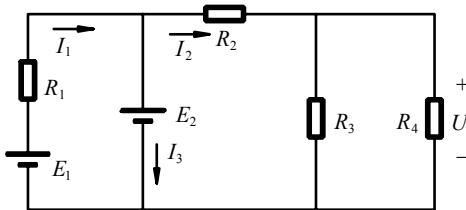

图 3-1
1. 如图 3-1 所示电路中, 已知  $E_1=3V$ ,  $E_2=2V$ ,  $R_1=2\Omega$ ,  $R_2=1\Omega$ ,  $R_3=2\Omega$ ,  $R_4=2\Omega$ , 试求: